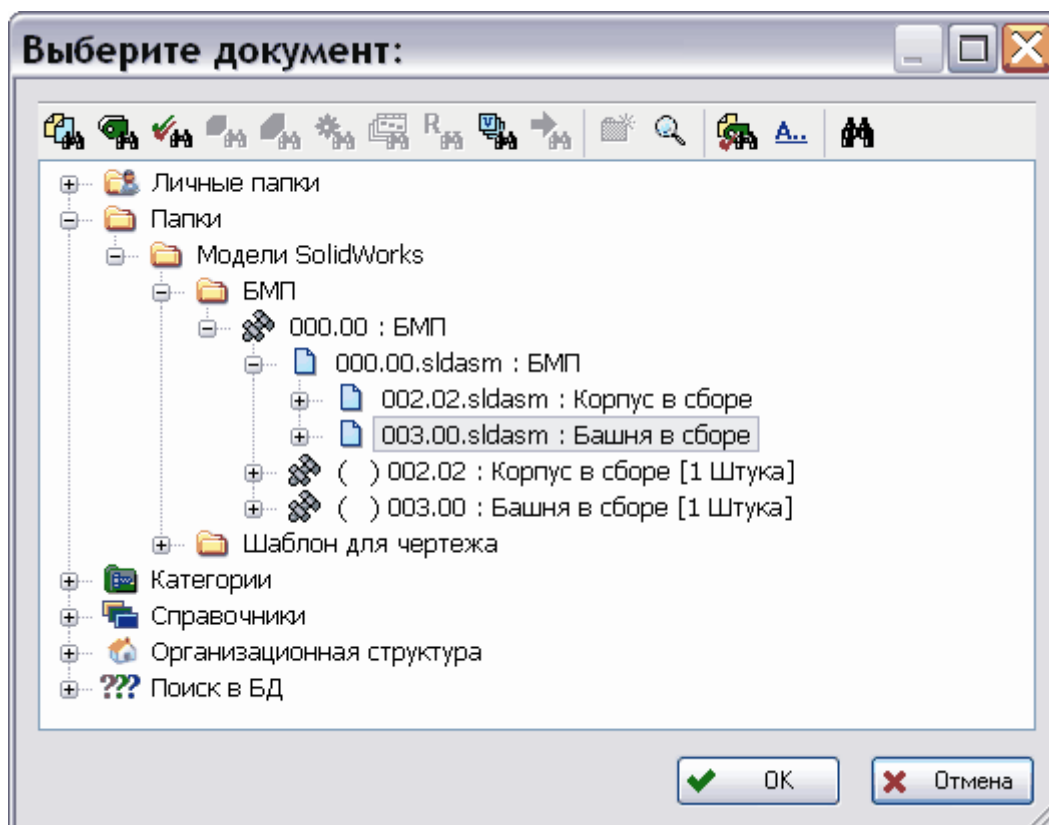

Рис. 55
2. В появившемся окне **Выберите документ** укажите документ модели **003.00.sldasm : Башня в сборе**, в которую входит отредактированная модель «Пушка» (Рис. 55).